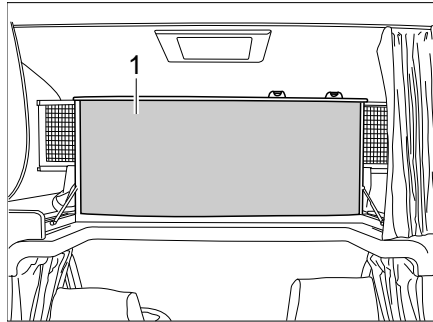

Bild 90 Alkovenbett, nach oben geklappt
- Alkovenbett (Bild 90,1) vorn nach oben klappen. Das Alkovenbett wird von Gasdruck-Federn in der oberen Stellung gehalten.